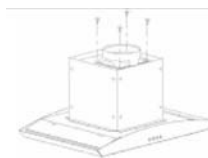

Bild.5
- 4 st ST4*8 stora planhuvade skruvar används för att installera utloppet, se bild 5.